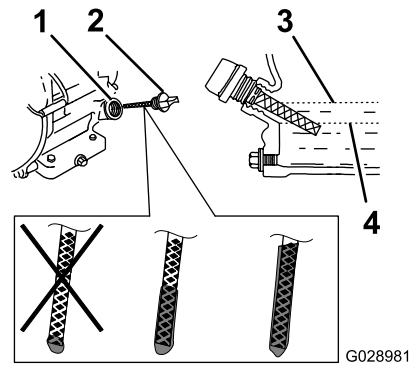

Figura 46
- Retire la varilla (Figura 46) y vierta aceite lentamente en el orificio de llenado hasta que el nivel de aceite llegue a la marca de límite superior (borde inferior del orificio de llenado de aceite) de la varilla.